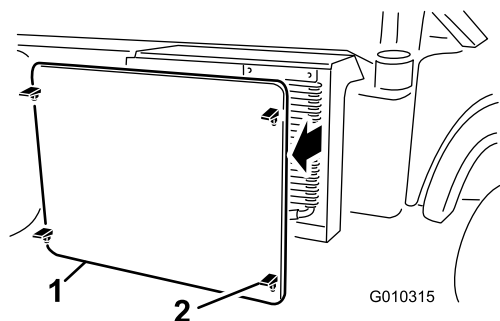

Рисунок 57
2. Расфиксируйте и снимите решетку радиатора с передней стороны радиатора (Рисунок 57).